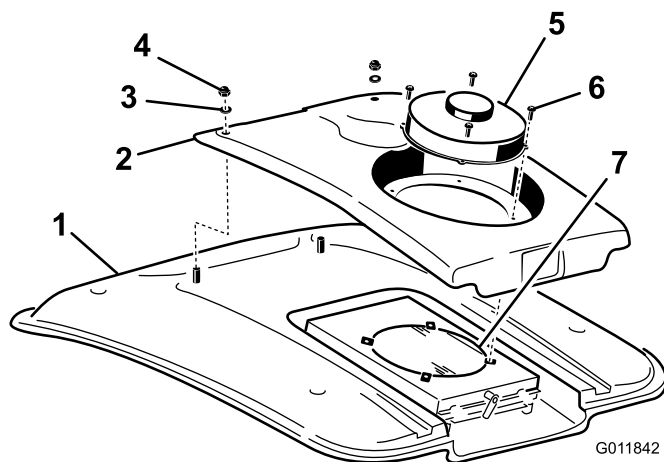

Figura 56
2. Retire los 4 tornillos que sujetan el ventilador y la tapa del condensador al soporte del ventilador (Figura 56).
4. Retire las dos tuercas y arandelas que sujetan la parte delantera de la tapa del condensador al techo de la cabina (Figura 56).
8. Limpie a fondo el condensador del aire acondicionado con aire comprimido (Figura 56).